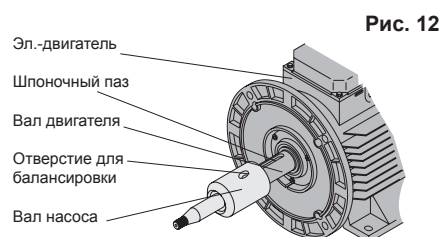

Рис. 12
8. См. Рис. 12. Прежде, чем снова ставить вал насоса, удалить все загрязнения и смазку с вала двигателя и внутренних зажимных поверхностей муфты. Установить вал насоса, не прикрепляя его. Балансирное отверстие должно оказаться над шпоночной канавкой.